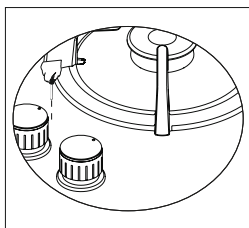

Рис. 4
4. Снимите с прибора ручки управления рис.4. Настройте винт посередине газовых кранов, как показано на рис.5, слегка повернув отверткой. Для настройки винта регулирования потока пользуйтесь отверткой соответствующего размера. Для балонного газа поверните винт по часовой стрелке. Для природного газа поверните винт против часовой стрелки. Минимальная длина пламени должна быть 6-7 мм. Настройка устройства может меняться в зависимости от типа используемого газового крана.